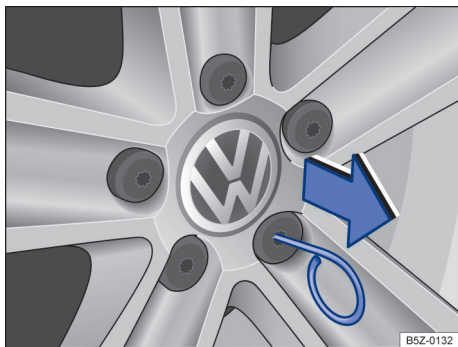

Fig. 164 Retirar as capas de cobertura dos parafusos da roda.
- Passar o gancho extrator pela abertura da capa de cobertura → Fig. 164 e retirar no sentido da seta.